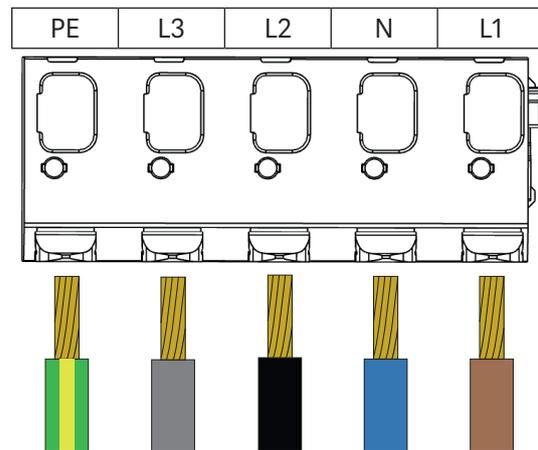

Bild 1
- $\varnothing < 12$ mm (11 kW): obere Klemmstege nutzen (Bild 1)
- Außendurchmesser < 12 mm (11 kW): Zahl "11" auf dem Klemmstück muß rechts oben lesbar sein (Bild 1)